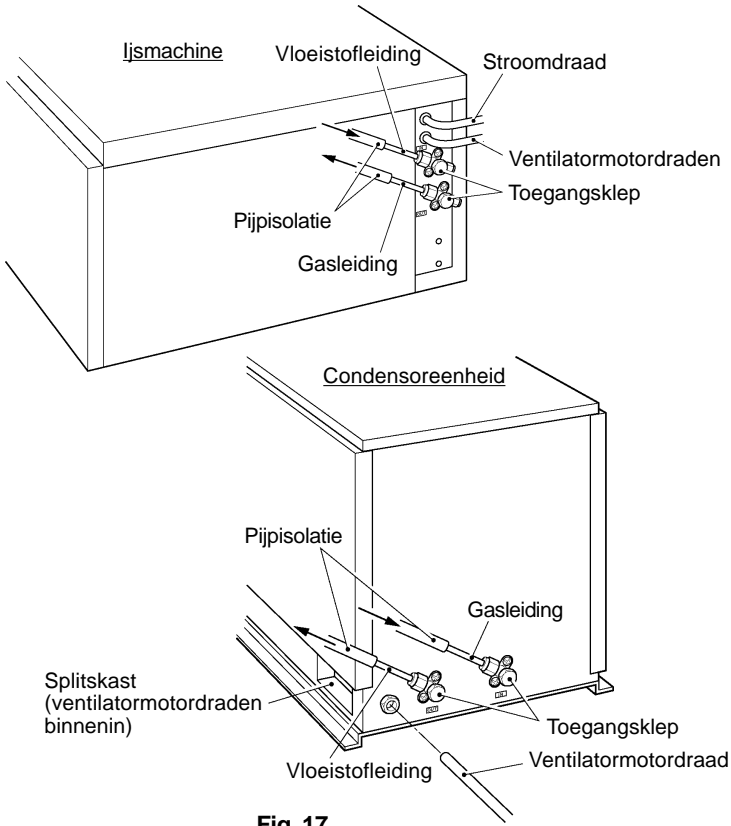

Fig. 17
- 2) Sluit de ventilatormotorsnoeren en de aardingskabel in de aansluitingskast aan op de geïnstalleerde draad met drie kernen met geschikte lasdoppen, zie fig. 17.